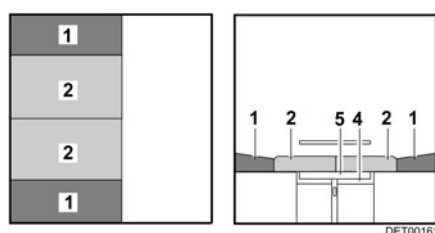

Fig. 64 Après la transformation
- Tirer les coussins d'assise (Fig. 64,2) vers le centre.
- Placer les coussins de dossier (Fig. 64,1) entre les coussins d'assise et la cloison.